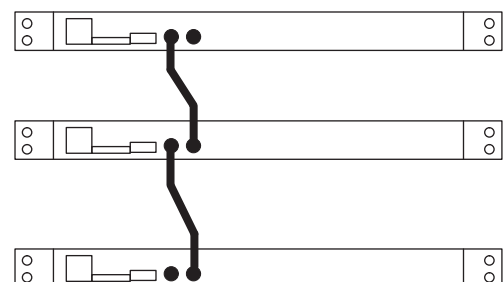

ABBILDUNG 5
**HINWEIS:** Diese Buchsen dienen nur der Zusammenschaltung (Linking) und nicht als Audio-Ein- oder -Ausgänge (siehe Abb. 5).